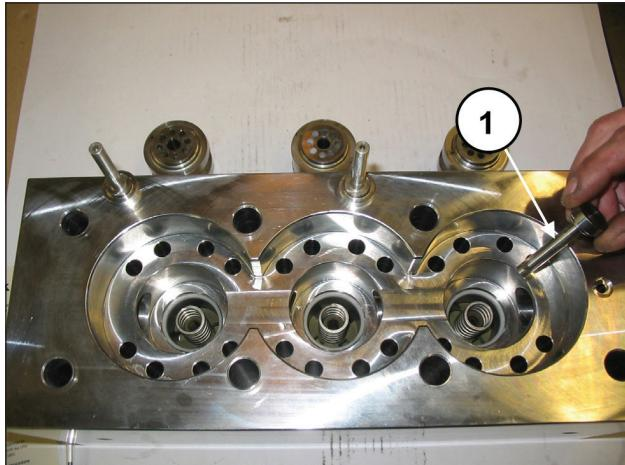
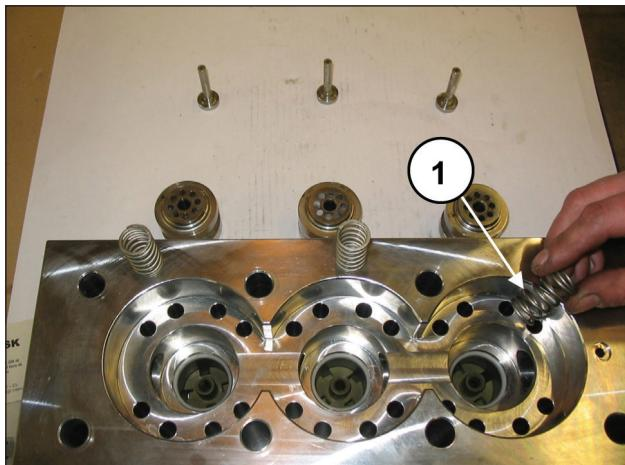
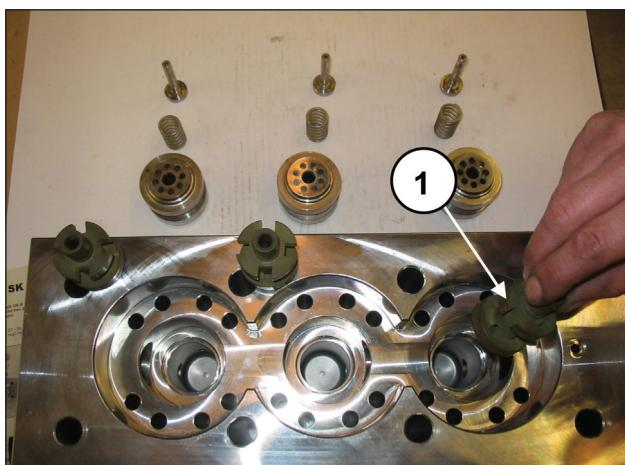

Abb. 106
Abb. 107
Abb. 108
Ziehen Sie die Teller der Druckventile (Pos. ①, Abb. 106) und die jeweiligen Führungen (Pos. ①, Abb. 108) samt Federn (Pos. ①, Abb. 107) heraus, überprüfen Sie ihren Verschleißzustand und nehmen Sie den Austausch bei Bedarf und auf jeden Fall in den Intervallen laut Kapitel 11 der **Betriebs- und Wartungsanleitung** vor.